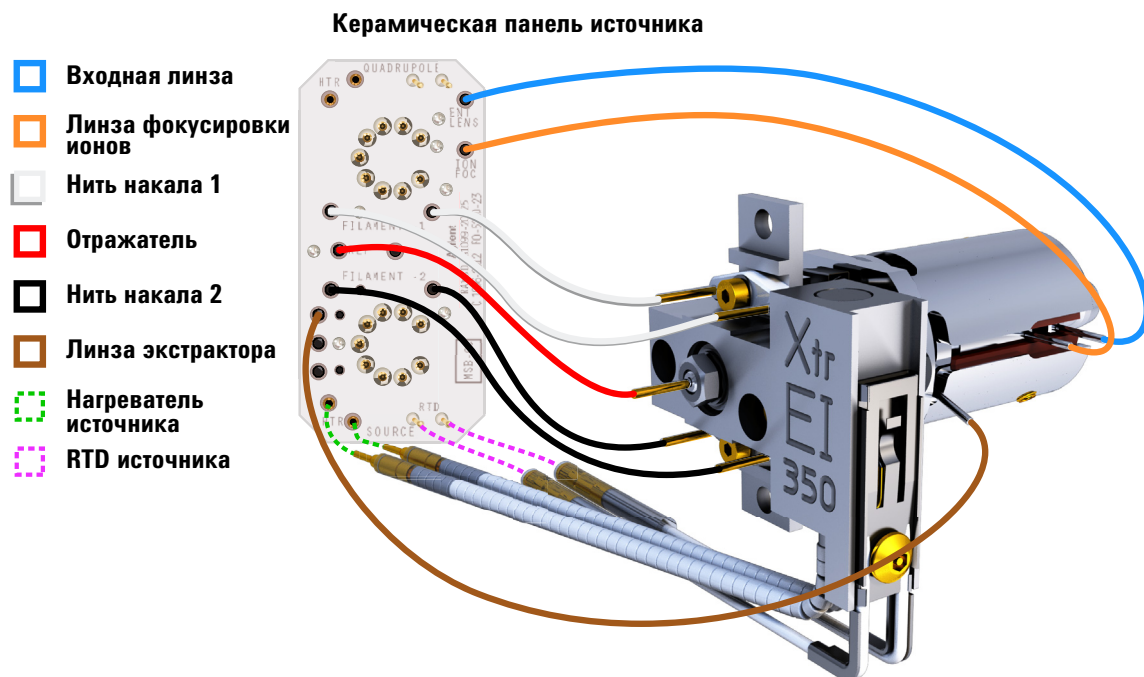

Рис. 58 Подсоединение проводов к источнику ЭУ HydroInert
- 1 С помощью пинцета или плоскогубцев подсоедините к разъемам источника (или отсоедините от разъемов источника) провода керамической панели источника. (См. **Рис. 58.**)